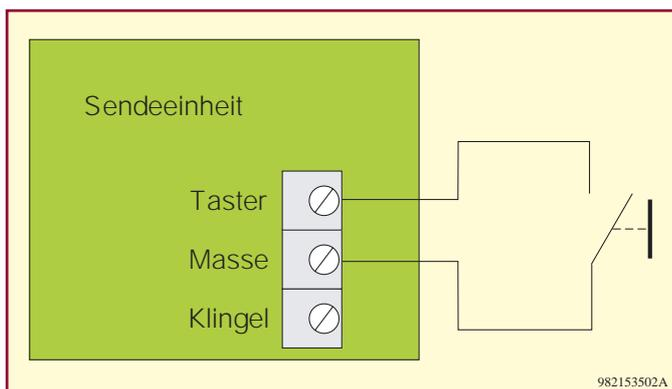

Bild 2: Anschluss
2. Der Anschluss eines externen Tasters (Schließer), wie in Abbildung 2 dargestellt.